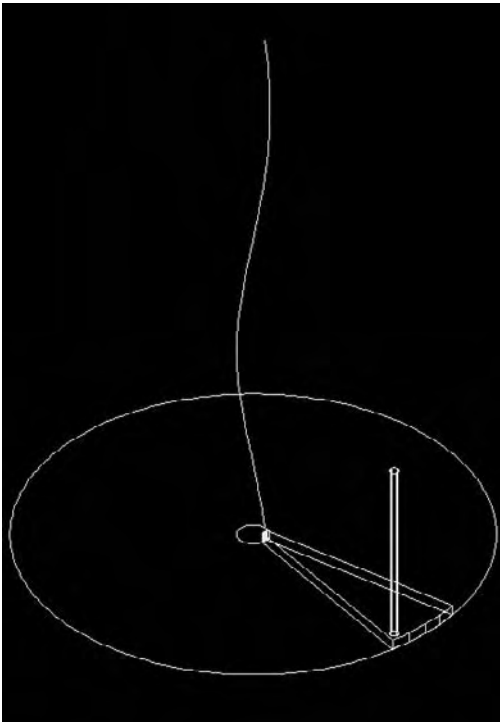

Fig.15.5
- 3 Entrez les valeurs suivantes : Rayon 7.5 - Tours 1 - Hauteur de l'hélice 270 (fig.15.5).